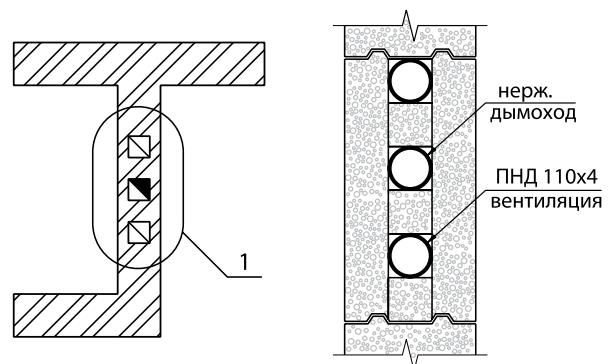

Рис. 4.6. Пример устройства вентиляционных стояков и дымоходов в кладке из блоков AEROC
2. Во внутренних стенах возможно устройство вентиляционных стояков и дымоходов. Вентиляционные стояки рекомендуется гильзовать пластиковыми или стальными оцинкованными трубами. Дымоходы следует гильзовать трубами из нержавеющей стали. Дополнительные мероприятия по теплоизоляции дымоходов не требуются (рис. 4.6).